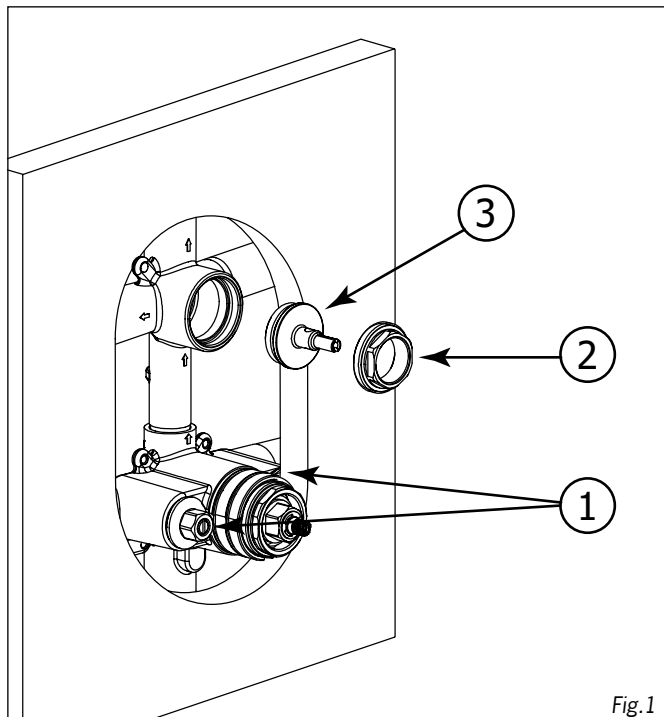

Fig.1
First, shut off the 2 check-valves (1), afterwards, unscrew the large nut (2) and remove the protective plug (3) (see Fig.1).
Premièrement, fermer les 2 valves d'arrêts (1), dévisser ensuite l'écrou (2) et retirer le capuchon protecteur (3) (Voir Fig.1).